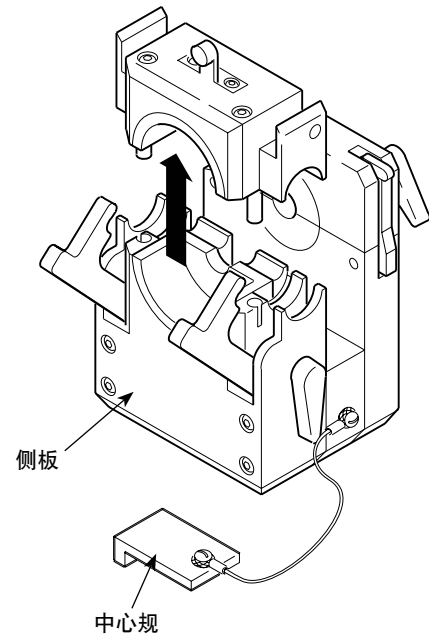

图 23 拆下侧板上部
3. 转正夹具块, 拆下 CWS-5FSP2 侧板的上部。参考图 23。